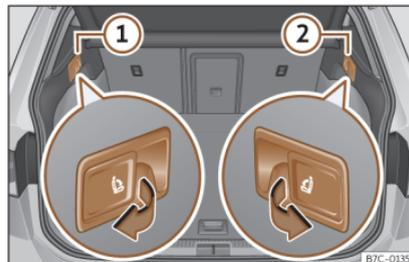

Fig. 103 Dans le coffre à bagages : leviers de déverrouillage à distance des parties gauche (1) et droite (2) de la banquette arrière.
- Tirez le levier de déverrouillage»» fig. 103 de la partie du dossier que vous souhaitez rabattre.